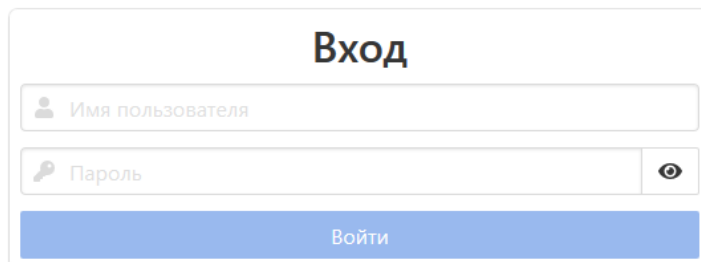

Рисунок 1 - Экран входа в систему.
2.1.1. Для получения доступа к АРМ администратора нужно зайти в систему под своим именем пользователя и ввести пароль (см. рисунок 1).